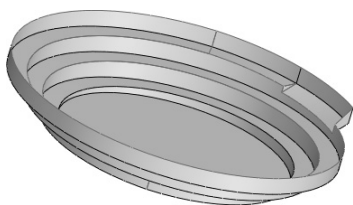
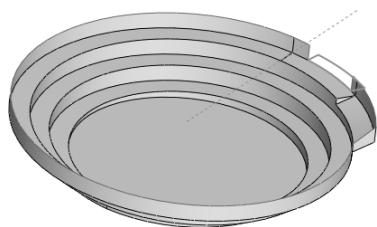

图 4-107 曲面剪裁效果
图 4-108 使用草图剪裁曲面效果
STEP 6 使用 **STEP 2** 创建的面剪裁“基础盘体”，效果如图 4-107 所示，然后使用绘制的草图（可通过“等距实体”或“转换实体引用”工具创建），对曲面的外边缘进行剪裁，效果如图 4-108 所示。